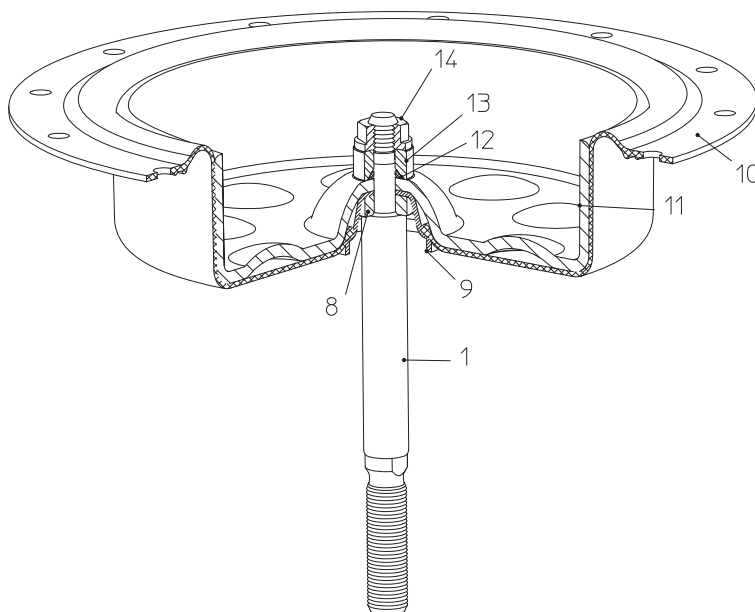
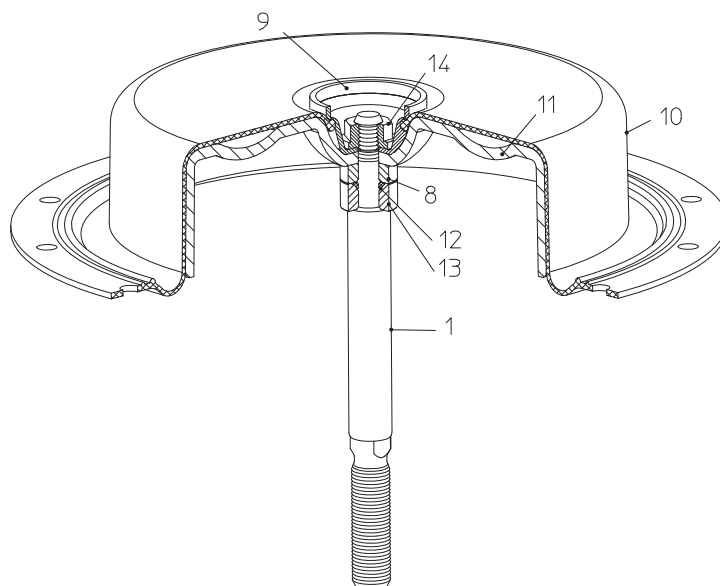
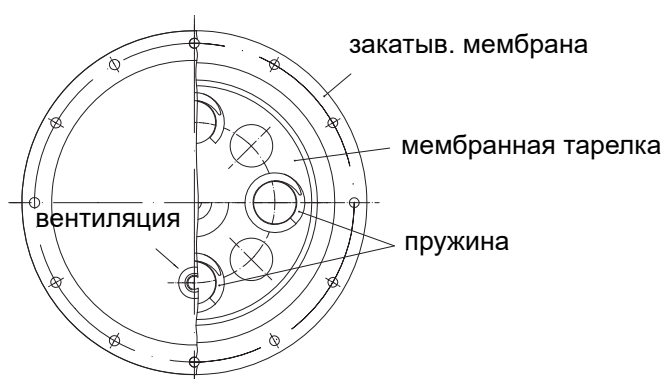

Рис. 21: „шпindel привода выдвигается за счет силы пружины“
Рис. 22: „шпindelь привода втягивается за счет силы пружины“
Рис. 23
- При установке узла в привод с принципом действия “шпindelь привода выдвигается за счет силы пружины” выпуклость мембранной тарелки (11) должна располагаться на одной линии с отверстием в закатывающейся мембране (10) и находиться точно над воздушным патрубком в днище мембраны (7) (Рис. 21 и Рис. 23).
- При установке узла в привод с принципом действия “шпindelь привода втягивается за счет силы пружины” выпуклость мембранной тарелки (11) должна располагаться на одной линии с отверстием в закатывающейся мембране (10) и находиться точно над воздушным патрубком в кожухе мембраны (18) (Рис. 22 и Рис. 23).